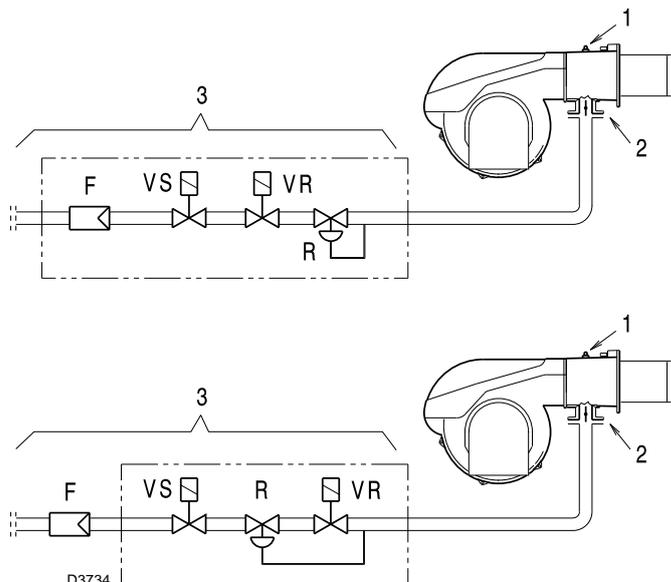

图 23
测试点 1) (图 23) 处测得的燃气压力，此时：
燃气蝶阀 2) (图 23) 处的压力损失，此时蝶阀为全开位置，开启角度为：90°。
- 用测试点 1) (图 23) 测得的燃气压力减去炉膛背压。
测试点 1) (图 23) 处燃气压力=11.7 mbar
计算测试点 1) (图 23) 处所需燃气压力，将燃烧器以最大出力运行：
- 读出右边栏 1 所示测试点 1) (图 23)。
测试点 1) (图 23) 处所需压力。